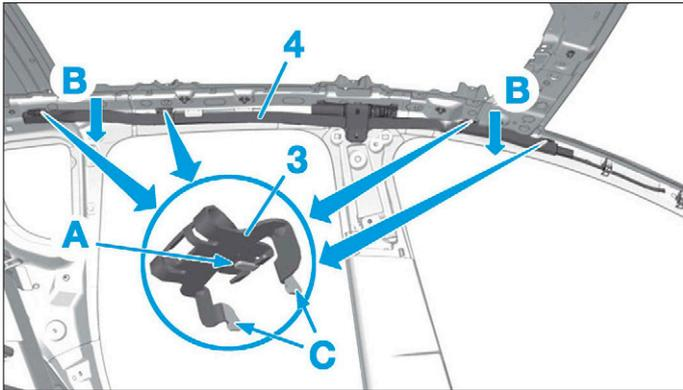

FIG. 9
- Appuyer en (A) à l'aide d'un tournevis pour faire pivoter suivant la flèche (B) et dégager l'indexage (C) (Fig.9).
- Dégrafer les entretoises (3).
- Ecarter le coussin gonflable (4).